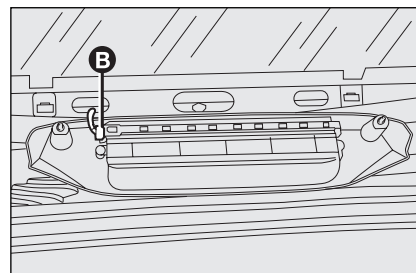

fig. 38
- débrancher le connecteur **B-fig. 38** et enlever le groupe optique;